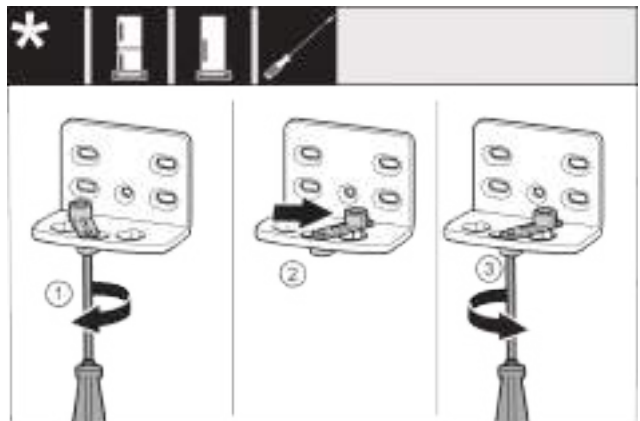

Fig. 14
- Отпустите винт Fig. 14 (1) отверткой.
- Приподнимите фиксатор двери Fig. 14 (2) и, повернув на 90° вправо, вставьте в отверстие.
- Затяните винт Fig. 14 (3) отверткой.